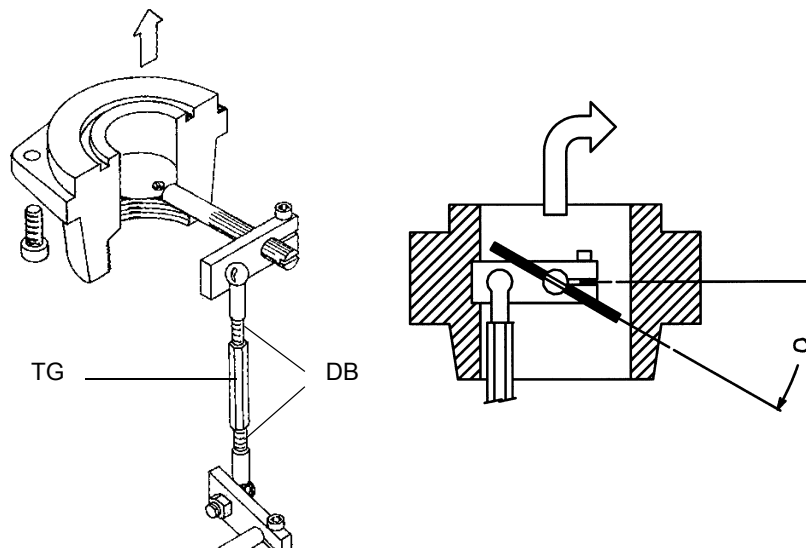

Fig. 22
- 9 Para variar el caudal del gas aflojar los dados **DB**, Fig. 22, y regular el rincón?? de abertura de la válvula de mariposa girando el tirante **TG**, la rotación horaria incrementa el caudal del gas, aquel antioraria la disminuye. El corte sobre el árbol de la válvula de mariposa indica el rincón de abertura medido con respecto del eje horizontal, Fig. 22. ????